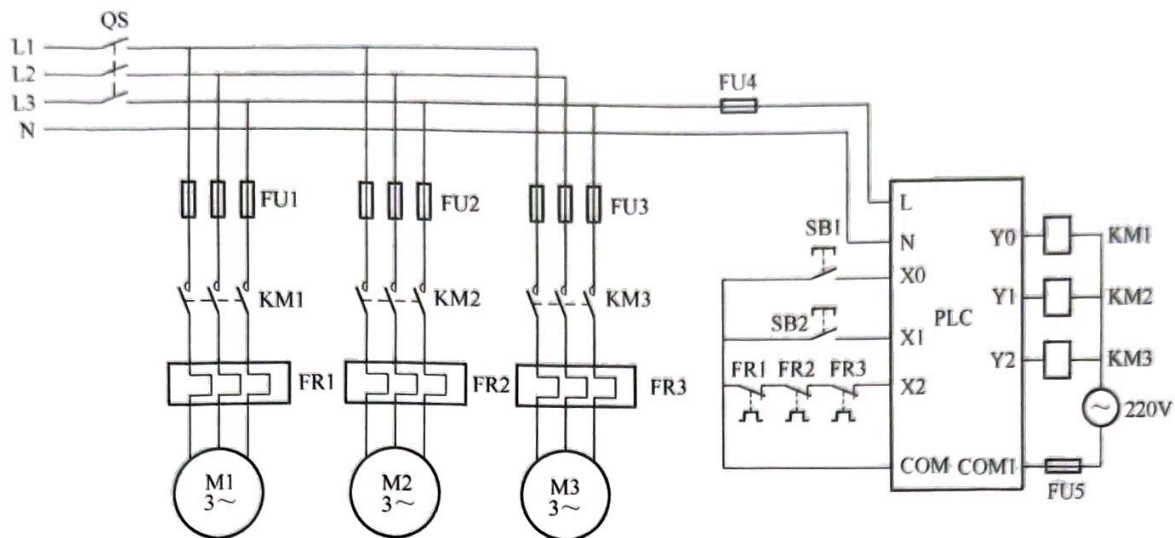

图 3-44 电动机顺序控制接线图
通过分析控制要求知, 该控制系统有 3 个输入: 启动按钮 SB1——X0、停止按钮 SB2——X1, 过载保护 FR1、FR2、FR3——X2。为了节约 PLC 的输入点数, 将第一台电动机的过载保护 FR1、第二台电动机的过载保护 FR2、第三台电动机的过载保护 FR3 串联在一起, 如图 3-44 所示, 然后接到 PLC 的输入端子 X2 上; 输出有 3 个: 第一台电动机 KM1——Y0、第二台电动机 KM2——Y1、第三台电动机 KM3——Y2。
(1) 按照图 3-44 所示将电路正确连接，连接时注意 3 个热继电器的常闭触点要串联在一起，然后接入 PLC 的输入端子 X2 上。
(3) 根据图 3-44，按下启动按钮 X0，首先看到第一台电动机启动，接着第二台电动机启动，再接着第三台电动机启动，按下停止按钮，3 台电动机停止。